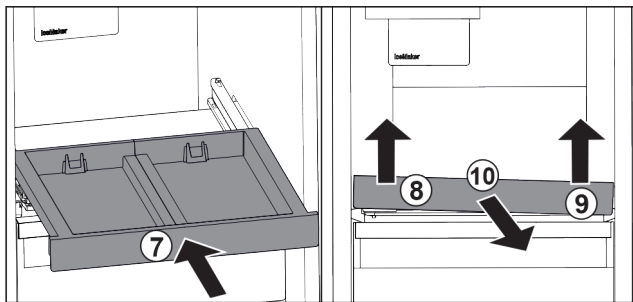

Fig. 98
- ▶ 推入拉出式搁板。Fig. 98 (7)
- ▶ 抬起抽屉左前部。Fig. 98 (8)
- ▶ 抬起抽屉右前部。Fig. 98 (9)
- ▶ 向前取出拉出式搁板。Fig. 98 (10)